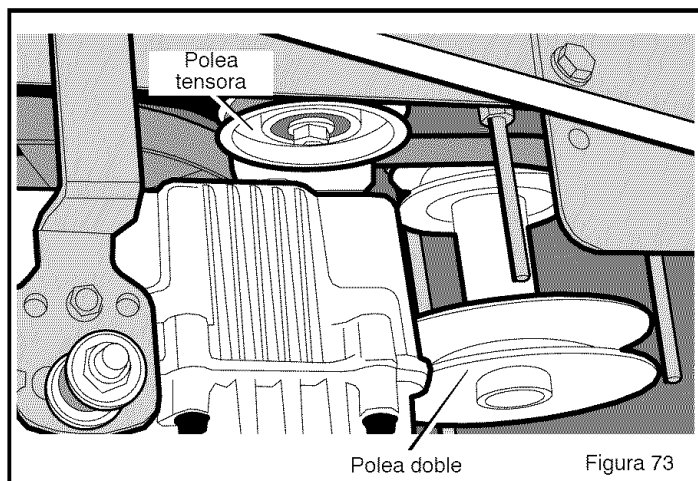

Figura 73
4. Saque la **polea tensora** (Figura 73).